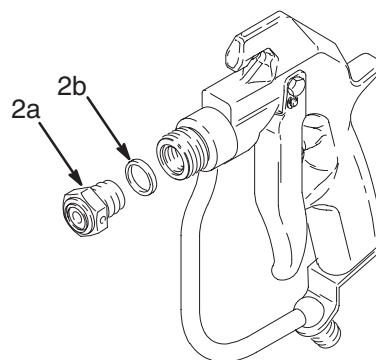

Fig. 7
3. Dévisser le siège de la vanne (2a). Retirer le joint d'étanchéité (2b). Voir Fig. 7.